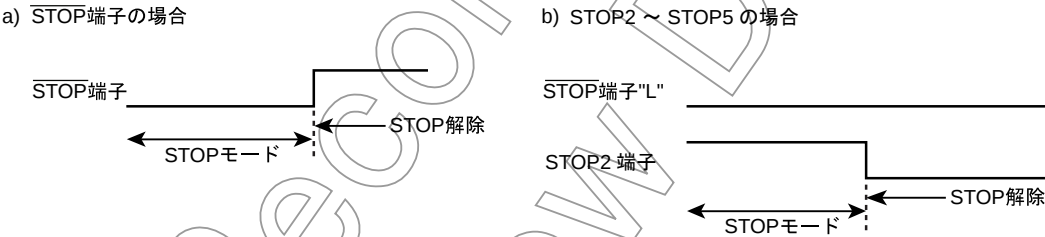

図 13-3 STOP 端子と STOP2 ～STOP5 端子の優先順位
- 注 6) STOP2 ～STOP5 入力によって STOP モードを解除する (“L” レベル) 場合は、STOP モード中 STOP 端子を必ず “L” レベルに固定してください。(図 13-3)